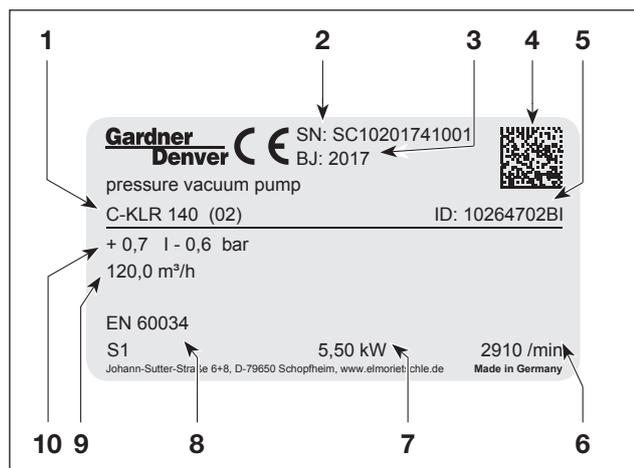

Fig. 3 Targhetta dati (esempio)
- a) Riempire con olio lubrificante (tipi adatti vedi "Manutenzione") per le ruote dentate e i cuscinetti attraverso il riempimento (Fig. 3/H) fino a metà delle finestrelle di ispezione (Fig. 3/I).
- a) I dati elettrici del motore sono indicati sulla targhetta dati (Fig. 3/N) o sulla targhetta dati motore (Fig. 3/P₁). I motori sono conformi a DIN EN 60034 e sono eseguiti con classe di protezione IP 55 e classe isolamento F. Lo schema di collegamento è situato nella morsettiera del motore (non si applica nella versione con collegamento a spina). I dati del motore devono essere confrontati con quelli della rete di alimentazione usata (tipo corrente, tensione, frequenza di rete, amperaggio ammesso).